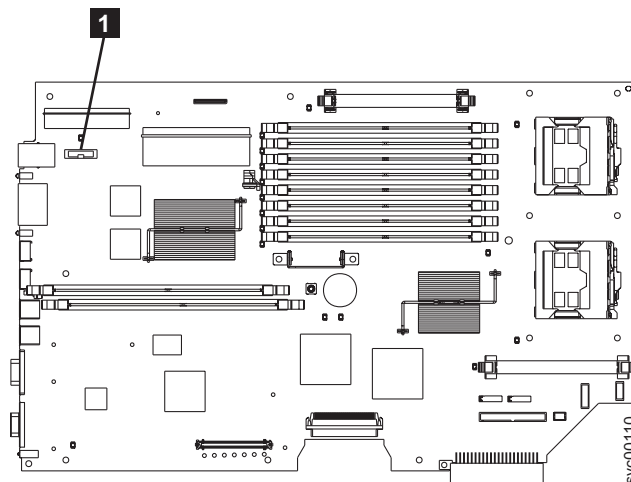

図 134. バッテリーの位置
5. バッテリー **1** をシステム・ボード上で見つけます。図 134 には、このバッテリーのロケーションを記載してあります。